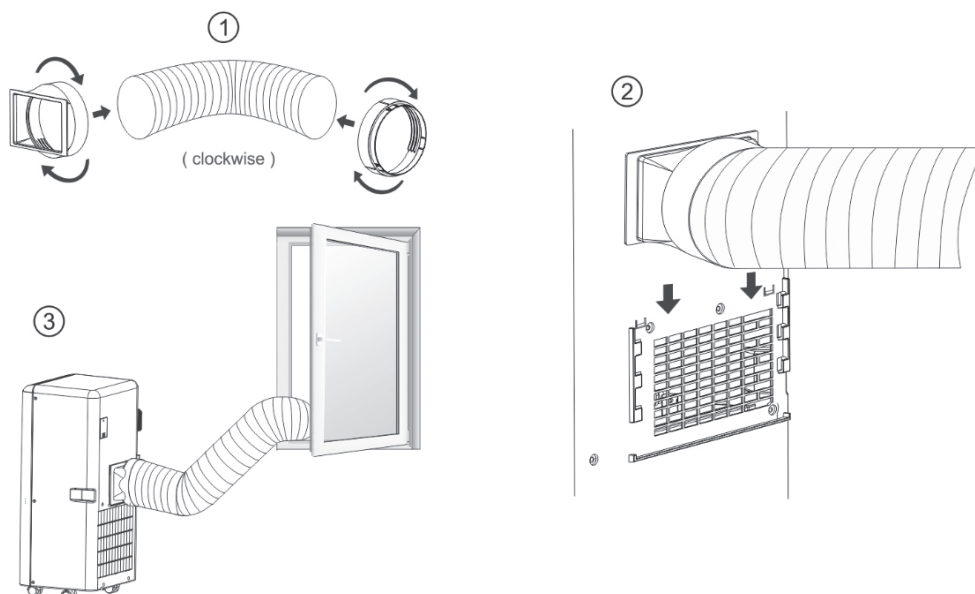

Fig. 4
2. Insira o clip de fixação quadrado nas aberturas da parte posterior do condicionador de ar (veja a Fig. 4).